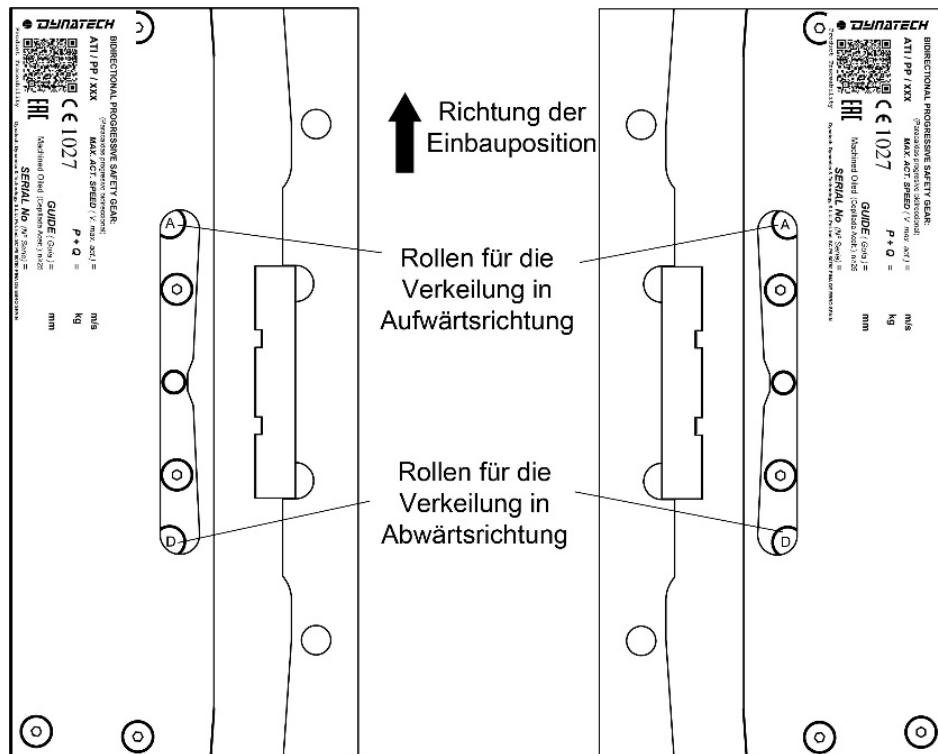

Abbildung 4: Richtung der Einbauposition
- Die Richtung der Einbauposition der Fangvorrichtungen ist in Abbildung 4 dargestellt.